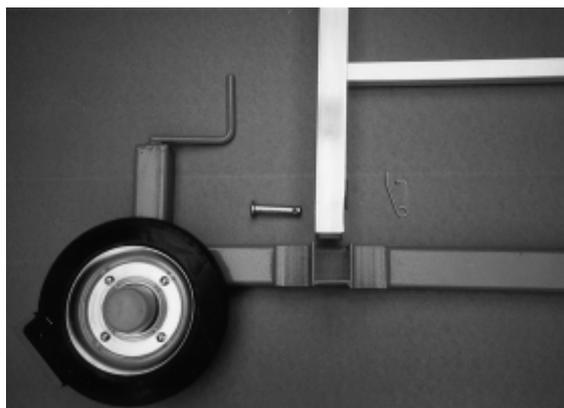

Fig. 4-8
2. Montare il carrello e fissarlo mediante bullone e spina a scatto. (Fig. 4-8)